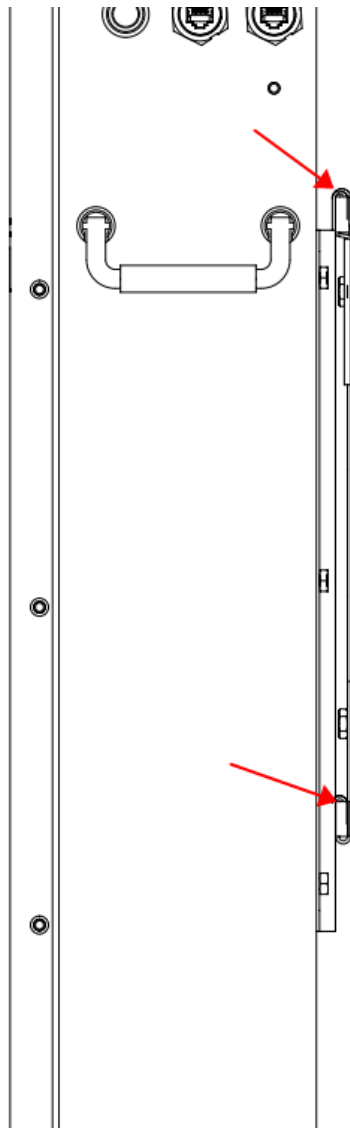

Abbildung 5-3
e) Tragen Sie die Batterie und halten Sie sie fest. Befestigen Sie die Batterie auf der Platte, nachdem Sie die Aufhängeplatte an der Wand befestigt haben. Stellen Sie sicher, dass die oberen und unteren Positionen des Batterie-Backplane-Hakens genau an der Aufhängeplatte befestigt sind, wie in Abbildung 5-3 gezeigt.